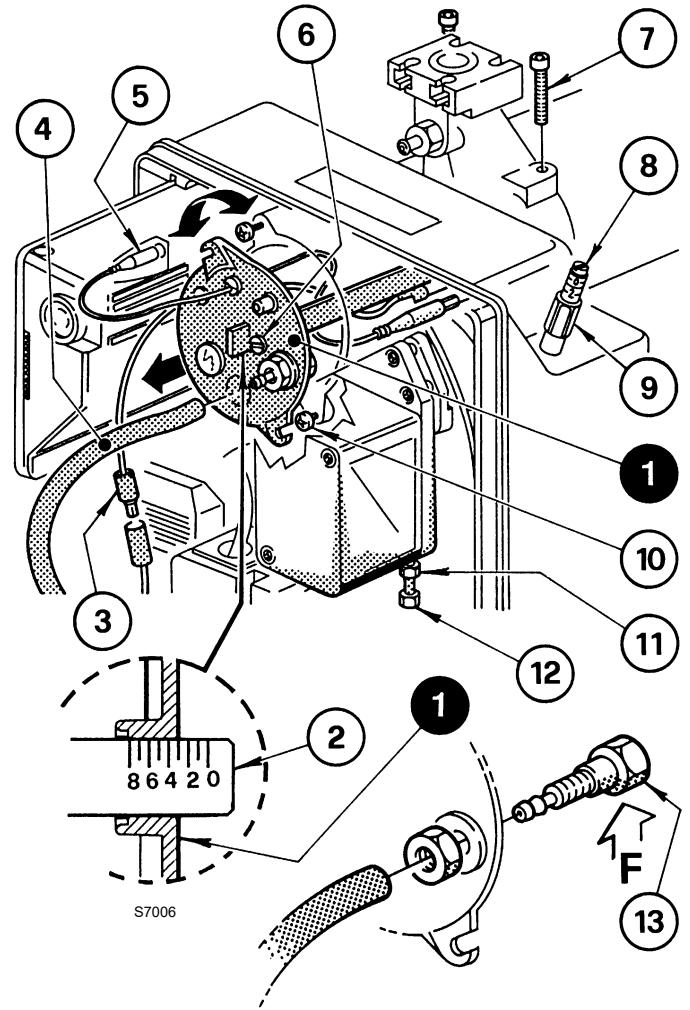

Fig. 12
Se realiza girando en el sentido de las agujas del reloj o en sentido contrario el tornillo de regulación 6)(Fig. 12), hasta que la muesca hecha en la brida de regulación 2) coincida con el plano externo del conjunto cabezal 1).
En la Fig. 12, la brida de regulación del cabezal está regulada en la muesca 3.
- desconectar las conexiones 3) y 5)(Fig. 12);
- desconectar el tubo 4) e aflojar los tornillos 10)(Fig. 12);
- desenroscar y quitar los tornillos 7), extraer el conjunto porta-cabezal 1)(Fig. 12) girándolo ligeramente hacia la derecha.
Volver a montar siguiendo el mismo procedimiento antes descrito en el orden inverso, colocando el conjunto cabezal 1)(Fig. 12) en su posición original.
Enroscar los tornillos 7)(Fig. 12) sin apretarlos hasta que hagan tope. Después apretarlos con el par de torsión de 3 - 4 Nm.
En caso de que accidentalmente se afloje la toma de presión 13)(Fig. 12) se recomienda fijarla correctamente asegurándose de que el orificio (F) situado en la parte interior del grupo cabezal 1)(Fig. 12) quede dirigido hacia abajo.